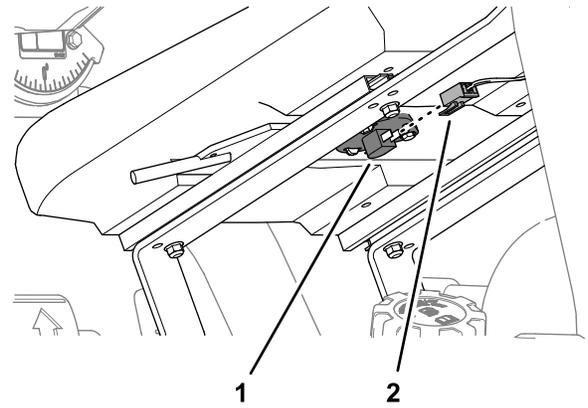

Bild 4
4. Entfernen Sie die beiden Steckerbuchsen von den Klemmen für den Sitzschalter (**Bild 4**).